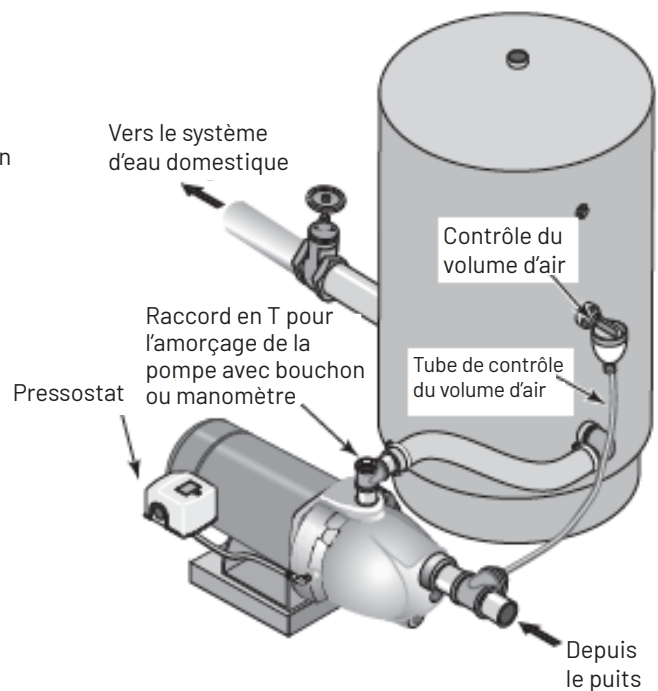

Figure 5 : Raccordements du réservoir standard
1. Installez un raccord en T dans l'orifice de refoulement de la pompe (figure 5).